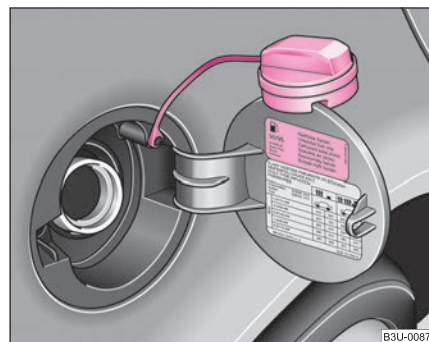

Fig. 170 Tapa del depósito con el tapón desenroscado
Hay diferentes clases de gasolina. Lea el cuaderno “Datos Técnicos” para saber qué tipo de gasolina necesita su vehículo. Puede encontrar la misma información también en su vehículo, en el lado interior de la tapa del depósito de combustible ⇒ página 224, fig. 170.
- Coloque el tapón del depósito desde arriba sobre la tapa del depósito ⇒ fig. 170.